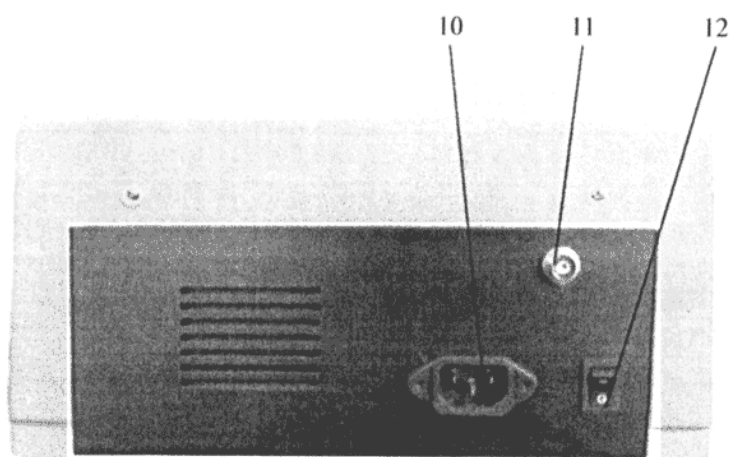

Рисунок 6. Задняя панель
5. Подключите **сетевой кабель** в соответствующий **разъем** на задней панели прибора (рис.6-№10) и настенную сетевую розетку, соответствующего напряжения при выключенном **выключателе** (рис.6-№12).